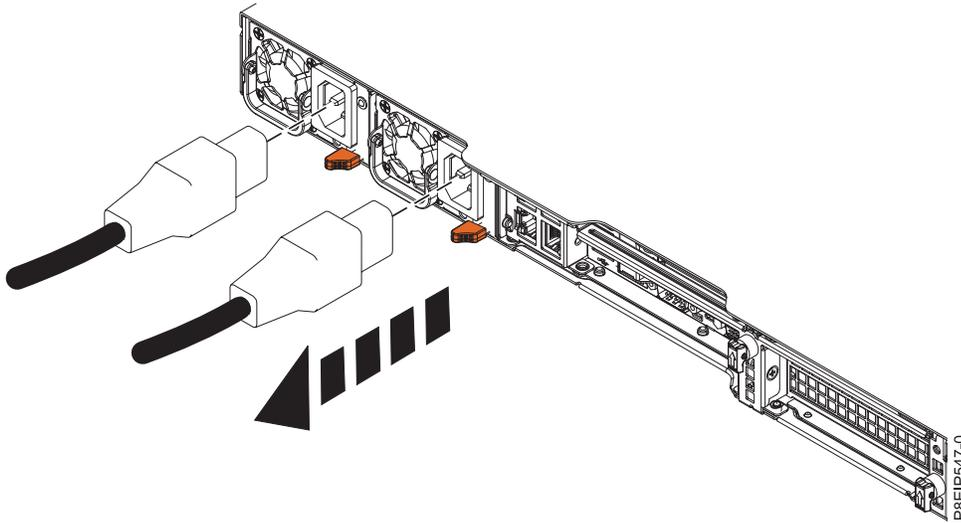

Abbildung 86. Netzkabel vom System abziehen
2. Kennzeichnen Sie die Netzkabel und ziehen Sie sie von der Systemeinheit ab (siehe Abb. 86).